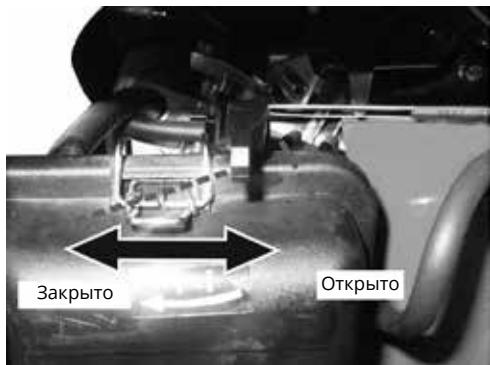

Рис. 3.2
- Передвиньте рычаг воздушной заслонки в положение «ЗАКРЫТО». Если двигатель теплый или температура воздуха высокая, оставьте рычаг в положении «ОТКРЫТО» (**рис. 3.2**).
- Передвиньте рычаг воздушной заслонки в позицию «ОТКРЫТО» (**рис. 3.2**).